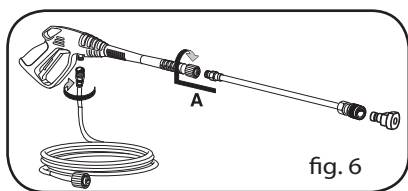

fig. 6
2. Engate o tubo de alta pressão à pistola. Insira a lança na extensão da pistola e rode a extremidade da pistola até a posição de bloqueio (fig. 6) Insira o bico (fig. 2A).